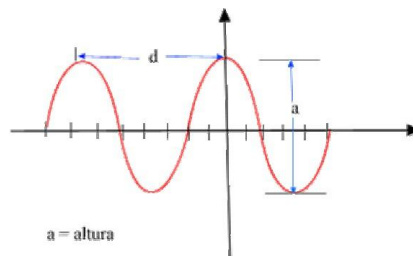

Figura 2. Trazo de la señal sinusoidal producida en la resistencia R.
- Prenda el generador y el osciloscopio. Varíe la frecuencia de la onda sinusoidal, el control de base de tiempo y la amplificación vertical del osciloscopio hasta obtener una traza estable en la pantalla, como se muestra en el esquema de la figura 2.
V_{pp} es la caída de potencial en la resistencia R del circuito de la figura 2.
- En la misma traza obtenida en el procedimiento anterior, mida la distancia d Horizontal que hay entre dos crestas consecutivas, como se muestra en la figura 2.